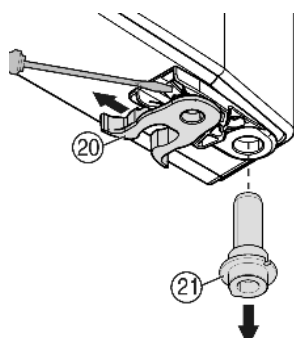

Fig. 9
- ▶ переставить пружинный зажим Fig. 9 (20): Нажмите вниз язычок защелки, снимите с него пружинный зажим.
- ▶ Извлеките опорный палец Fig. 9 (21) из втулки двери и вставьте вместе с шайбами на противоположную сторону. Язычок защелки должен быть направлен к внутренней стороне двери, паз — к внешней стороне.
- ▶ Поверните нижнюю часть двери и вставьте опорный палец Fig. 9 (21) в опорный кронштейн. При необходимости покрутите опорный палец, чтобы он смог засколотить.